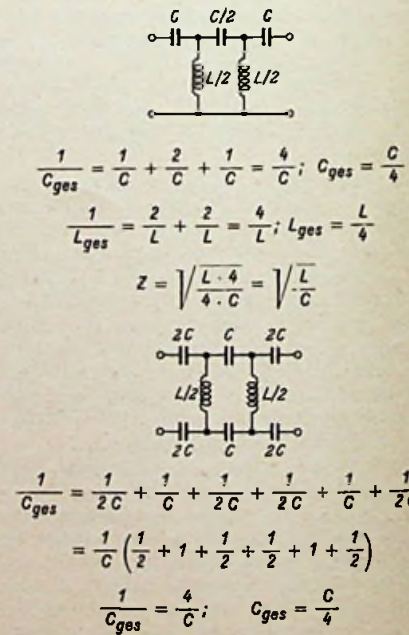

Bild 8. Zweigliedriges Hochpaßfilter in unsymmetrischer und symmetrischer Ausführung
Zur Berechnung vieltgliederiger Hochpaßfilter muß analog den Tiefpaßfiltern vorgegangen werden. Nach Bild 8 liegen die Kondensatoren C in Reihe mit der Kapazität des angeschlossenen Kabels und die Spulen L parallel zur Selbstinduktion des Kabels. Infolgedessen müssen in diesem Falle in Formel (1) die Gesamtkapazität und die gesamte Selbstinduktion der Spulen nach den angeschriebenen Formeln eingesetzt werden; sind die Divisoren in Zähler und Nenner des Bruches gleich, so fallen sie durch Kürzung fort, und der Wert der Impedanz wird nicht beeinflusst. In Bild 8 ist ein zweigliedriges Hochpaßfilter in unsymmetrischer und symmetrischer Ausführung dargestellt. Bei der symmetrischen Ausführung werden anstelle eines Kondensators C zwei Kapazitäten von der Größe 2C angeordnet, die dann in Reihe liegend wiederum den Wert C ergeben. Durch Addieren der Leitwerte von C und I. ergeben sich die in Bild 8 dargestellten Gleichungen.